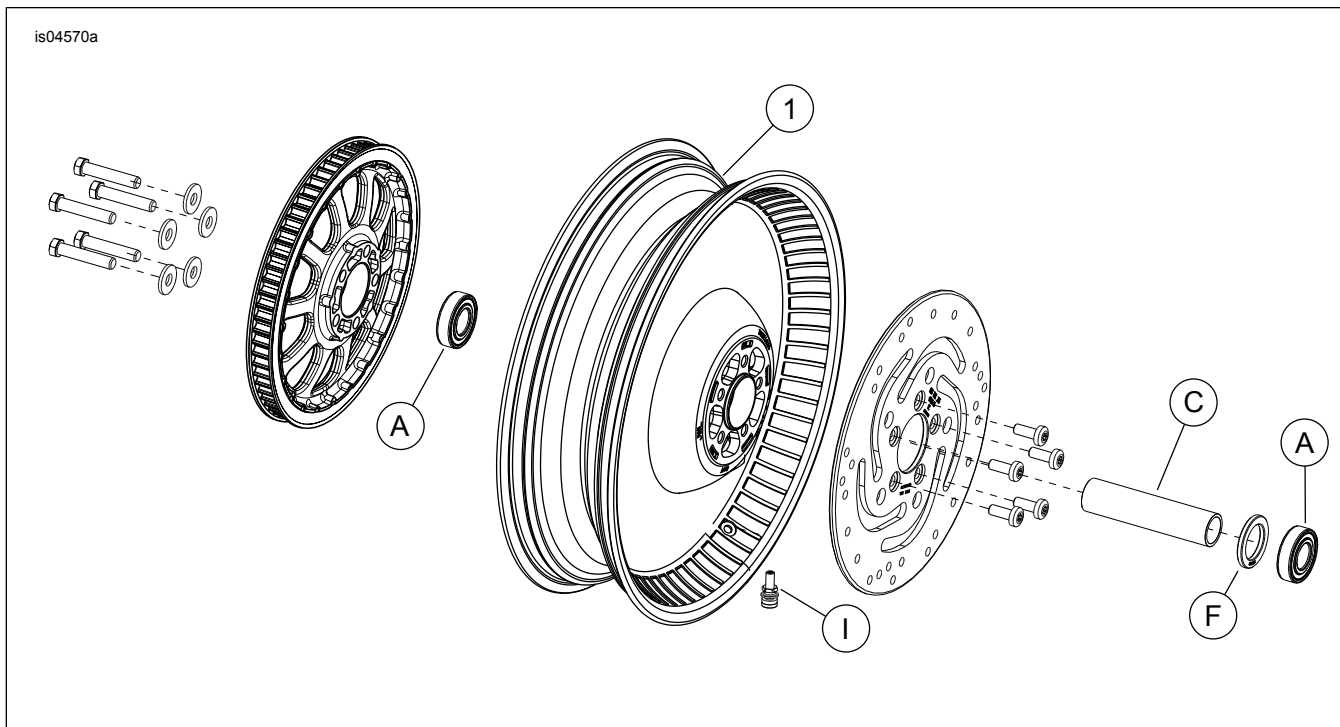

Figure 1. Pièces détachées : Roues arrière Deuce
Voir Figure 1 et les tableaux des pièces détachées.
2. Voir Figure 1. Installer l'ensemble de tige de soupape (I) sur la roue. Voir PNEUS dans le manuel d'entretien.